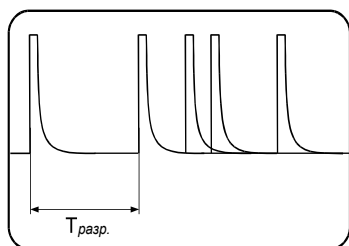

Рисунок 4: К определению разрешающего времени.
2. Пользуясь ручками регулировки «ВОЛЬТ/ДЕЛ», «ВРЕМЯ/ДЕЛ» и «УРОВЕНЬ» добейтесь устойчивого изображения импульсов на экране осциллографа (см. рис.4);